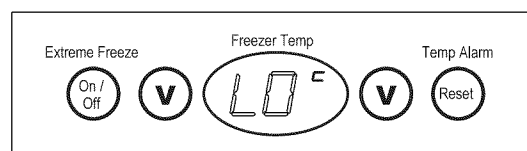
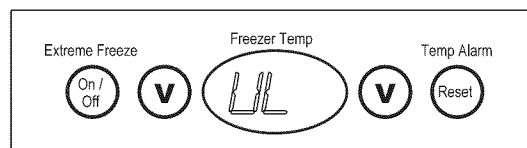

Figure 5
Figure 6
Appuyez sur la touche ALARM RESET et maintenez-la enfoncée jusqu'à ce que le tableau de commande émette un bip pour activer ou désactiver le verrouillage du tableau de commande. Le verrouillage permet d'éviter de changer accidentellement les réglages de température et de congélation extrême. « L0° » s'affiche pendant trois (3) secondes pour indiquer que le tableau de commande est verrouillé (figure 5). Une fois le verrouillage activé, « L0° » s'affiche pendant trois (3) secondes à chaque fois que vous appuyez sur une touche. Lorsque le verrouillage est désactivé, « UL » s'affiche pendant 1 seconde (figure 6).